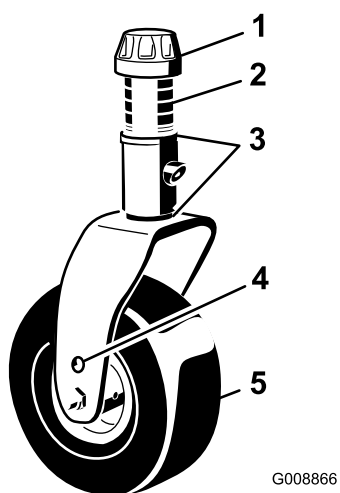

Bild 20
2. Stecken Sie die Laufradachsen in beiden Laufradgabeln in die gleichen Löcher (Bild 20). Erzielen Sie mit den unteren Befestigungslöchern der Laufradgabelachse eine höhere Bläserdüsenhöhe.
3. Entfernen Sie die Spannkappe von der Spindelwelle (Bild 20) und ziehen die Spindel aus dem Laufradarm heraus. Ziehen Sie zwei Beilagscheiben so auf die Spindelwelle, wie sie ursprünglich montiert waren. Diese Beilagscheiben sind erforderlich, um die ganze Breite des Bläfers auf ein Niveau zu bringen. Schieben Sie die erforderliche Anzahl von Distanzstücken (1/2") auf die Spindelwelle, um die gewünschte Höhe zu erhalten; schieben Sie dann die Scheibe auf die Welle.